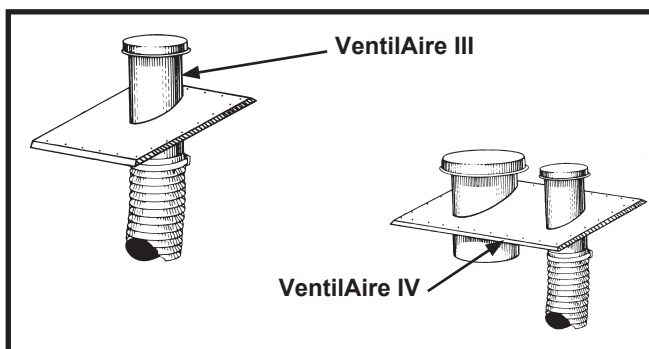

Figure 5. VentilAire III et IV
Les ensembles accessoires de qualité de l'air VentilAire sont offerts pour vous aider à répondre aux exigences de la norme H.U.D., partie 3280.103 (b) (2). Ces ensembles font entrer l'air extérieur dans l'espace habitable lorsque le souffleur de la fournaise est en marche. Le VentilAire IV sert également à évacuer l'humidité et l'air chaud du comble. Consultez la **Figure 5** pour une installation typique. Les directives d'installation complètes sont fournies avec chaque ensemble de qualité de l'air.